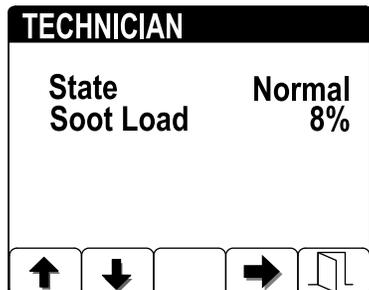

Figure 38
- Affichez la charge de suie mesurée dans le FAP sous forme d'un pourcentage (Figure 38) ; voir le tableau de charge de suie.